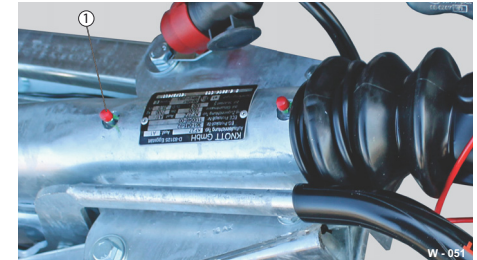

Abb. 40 Schmiernippel vorbereiten
- ▶ Kappe (Abb. 40/1) von den Schmiernippeln abziehen.